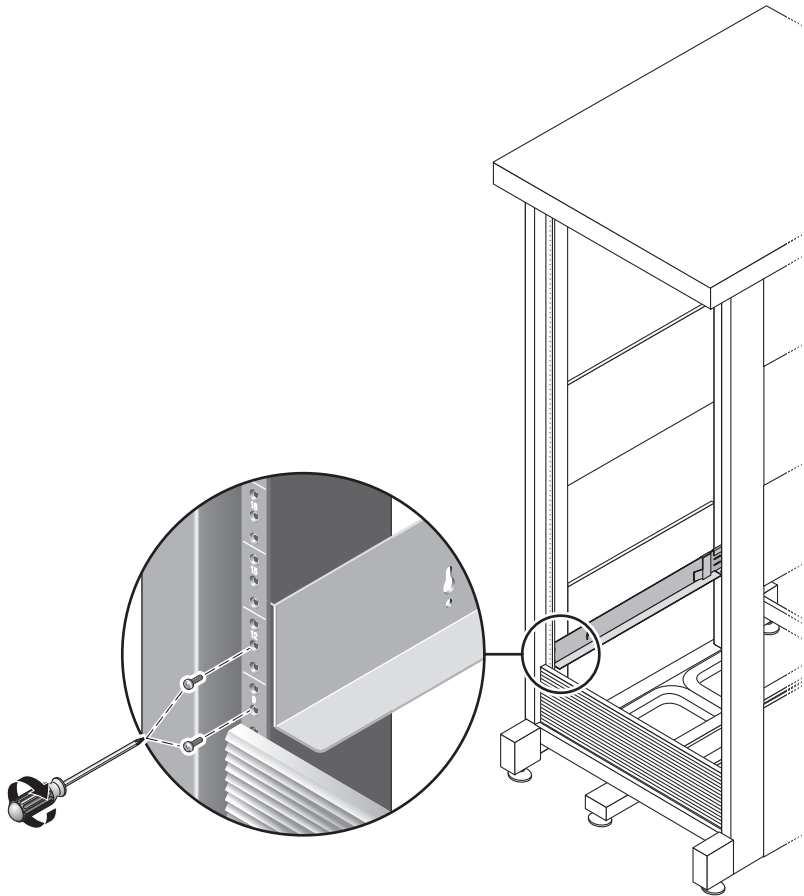

FIGURE 2-9 Fixation du rail gauche à l'avant de l'armoire
5. À l'aide d'un tournevis cruciforme n°2, insérez et serrez deux vis 8-32 pour fixer le rail gauche à l'avant de l'armoire (FIGURE 2-9). Répétez l'opération pour le rail droit.